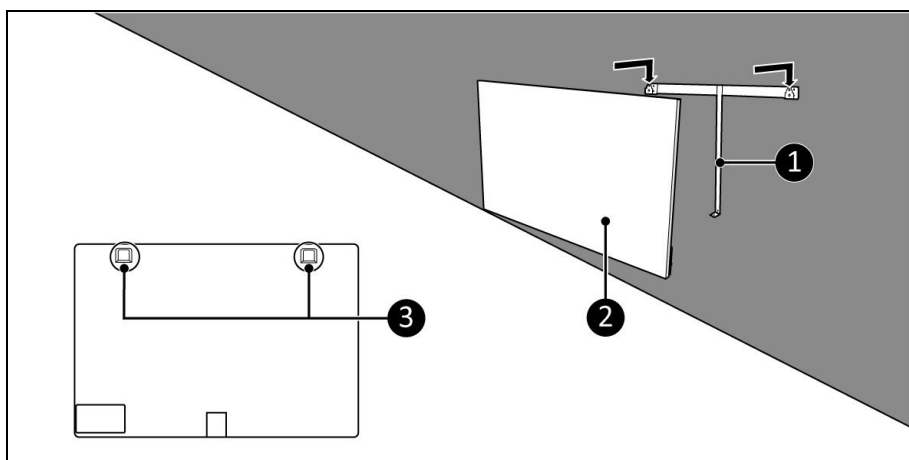

Figur 6
2. Ställ enheten med ett minsta avstånd (figur 6) på: